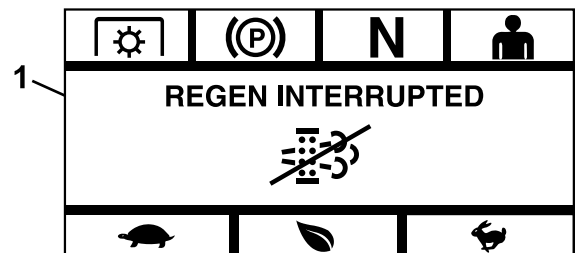

図 18
- **中断**—プロセスが中断されると、モジュールは再生中断画面を表示する(図 18)。ユーザーがプロセスを開始していた場合、モジュールはプロセスを終了する。このプロセスがエンジンECUによって開始されていた場合、ECUはエンジンをリンプモードにし、回復再生を要求する。